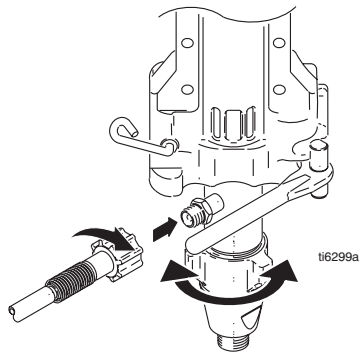

FIG. 26
4. FIG. 26. Lukk pumpedøren og dreii klinken i stilling. Klinken skal ikke strammes.
5. FIG. 26. Dreii pumpen for å rette den opp med maleslangen. Kople til maleslangen og trekk den til for hånd med et moment på 70 in-lb.